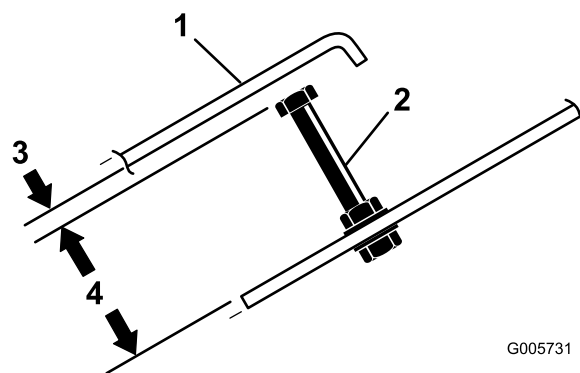

Figura 70
2. Afloje las contratueras y ajuste el tornillo de tope del pedal de tracción (Figura 70) a una longitud de 8 cm.